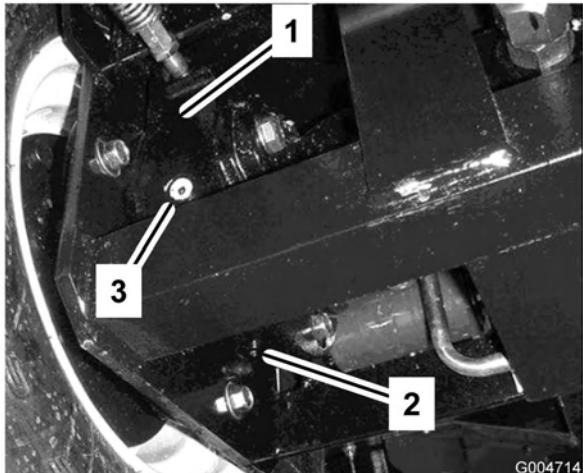

Figura 57
4. Collocate una bacinella sotto la scatola del freno, dall'altro lato della ruota (Figura 57).
7. Togliete il tappo di controllo dalla scatola del freno (Figura 57).